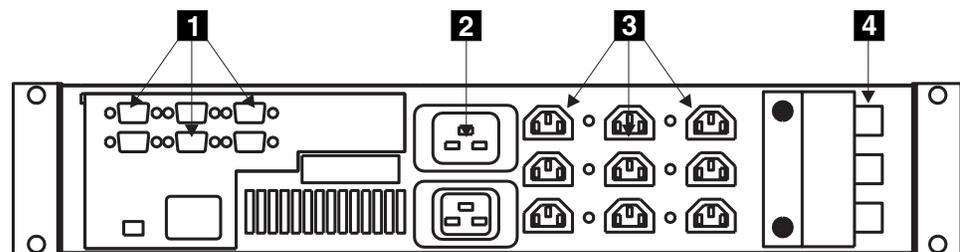

図 109. 無停電電源装置 (背面図)
4. 主電源ケーブル **2** を切り離します。図 109 を参照してください。